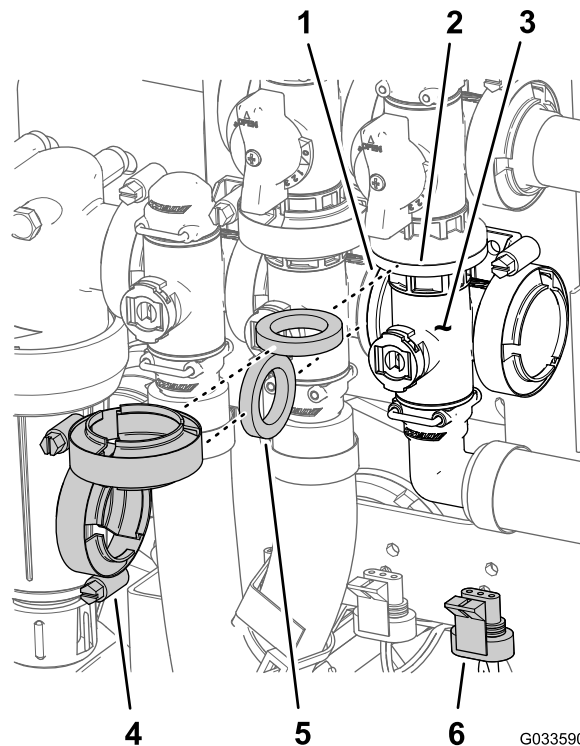

Figure 129
- Alignez la bride du collecteur de la vanne générale des rampes, un joint et la bride de la vanne de dérivation générale (Figure 129).
- Fixez en place le collecteur de la vanne générale, le joint et la vanne de dérivation générale des rampes avec un collier serré à la main (Figure 129).
- Alignez la bride du collecteur de la vanne générale des rampes, un joint et le collecteur de la vanne d'agitation (Figure 129).
- Fixez en place le collecteur de la vanne générale des rampes, le joint et le collecteur de la vanne d'agitation avec un collier serré à la main (Figure 129).
7. Fixez la vanne d'agitation sur son support à l'aide du boulon à embase et du contre-écrou à embase (Figure 129) que vous avez retirés à l'opération 3 de Dépose du collecteur de la vanne générale des rampes \(page 84\), et serrez l'écrou et le boulon à un couple de 10 à 12 N·m (90 à 110 po-lb).